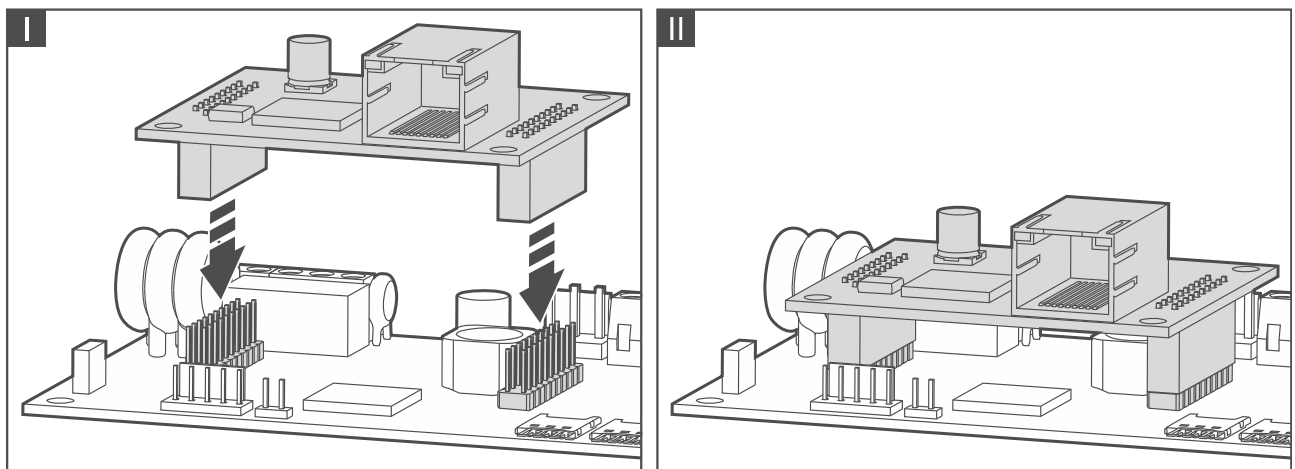

Abb. 8. Befestigung des Moduls GSM-X-ETH auf der Elektronikplatine des Moduls GSM-X LTE.
3. Montieren Sie das Ethernetmodul GSM-X-ETH in den Anschlüssen auf der Elektronikplatine des Moduls GSM-X LTE (Abb. 8).